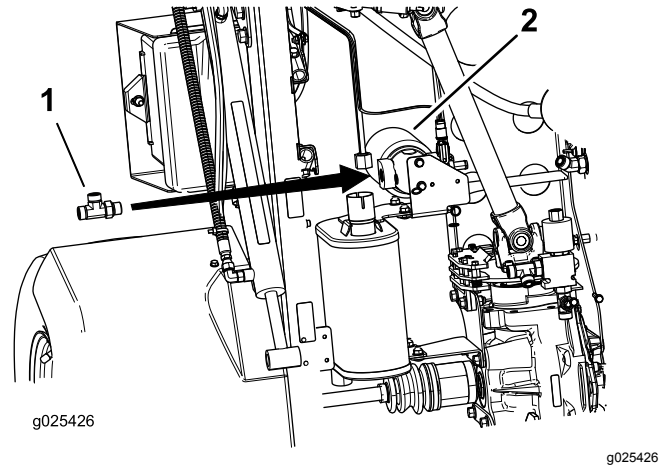

Figura 15
2. Installate il raccordo a T con gli O-ring (Figura 15).